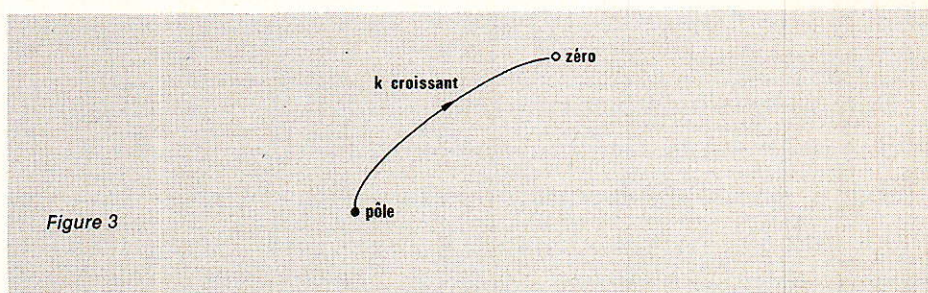

Figure 3
Lorsque $k = 0$, la condition (3) sur les modules implique que $p = p_1$, ou $p = p_2$, etc. Donc, pour $k = 0$, les racines de l'équation caractéristique coïncident avec les pôles de la fonction de transfert en boucle ouverte. Pour k infini, la même condition (3) impose $p = z_1$, ou $p = z_2$, etc. Les racines de l'équation caractéristique coïncident alors avec les zéros de la fonction de transfert. Finalement (figure 3).